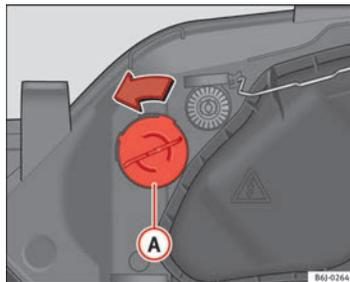

Abb. 156 Blinklicht
- Den Lampenträger ⇒ Abb. 156 A nach links drehen und ziehen.